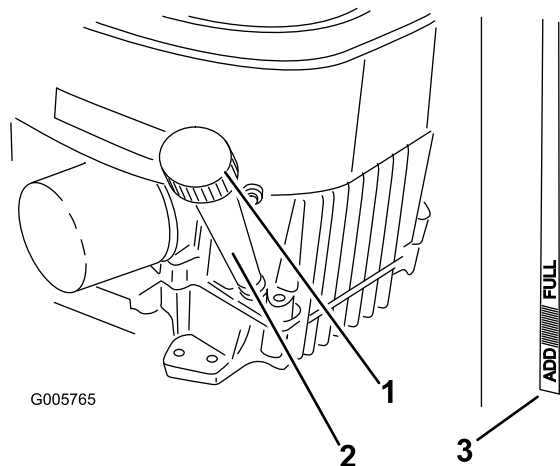

Figure 36
4. Nettoyez la surface autour de la jauge d'huile (Figure 36) pour éviter que des impuretés ne s'introduisent dans le goulot de remplissage, ce qui risquerait d'endommager le moteur.
5. Retirez la jauge d'huile et essuyez soigneusement son extrémité (Figure 36).
9. Changez le filtre à huile au besoin (Figure 36).
10. Nettoyez la surface autour du bouchon de la jauge d'huile et dévissez le bouchon (Figure 36).
11. Versez avec précaution environ 80% de la quantité d'huile spécifiée dans le goulot de remplissage (Figure 36).